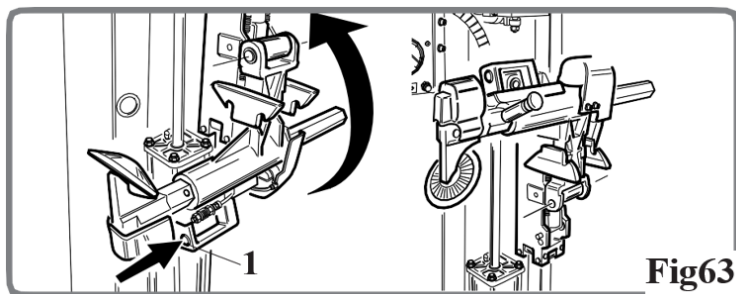

Fig63
Vipning af dækktrykker-enheden (Fig63)
- Tryk på knap (1, Fig63) og flyt dækktrykkerenheten til den øverste arbejdsposition.